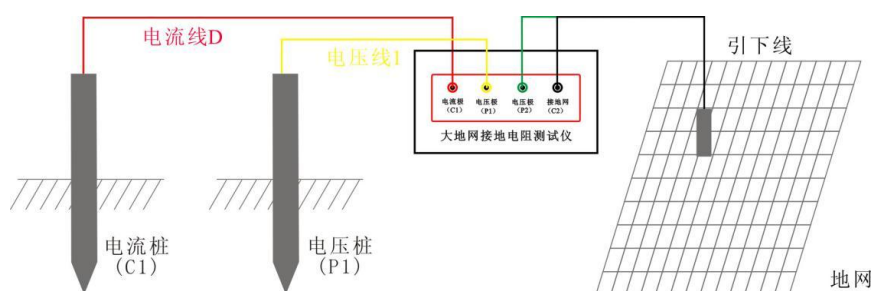

图 3 三极法测量接线图
(1) 首先检查用于试验的电流线、电压线和地网线是否有断路现象（可以用万用表测量），地桩上的铁锈是否清除干净，其埋进深度是否合适（ >0.5 米），同时检查测试线与地桩的连接是否导通，如未导通，请处理后重新连接。
(2) 电流测试线与电压测试线的长度比为 $1: 0.618$ ，电流测试线的长度应是地网对角线的 $3\sim 5$ 倍。
(3) 电流测试线和电压测试线按规定的长度将一端与仪器相接后平行放出。另一端分别接在两个地桩上（如图 3 所示）。
(4) 将已放好的测试线检查一遍，将万用表一端接电流线或电压线，另一端接地网线如无阻值显示即为断路，确认完好再进行测试。
(5) 检查连线无误后，给仪器接上 AC 220V/50Hz 电源，对仪器进行通电。
(6) 按测量键，开始测量。
(7) 仪器显示测试结束后，记录测试数据（本仪器可多次重复测量）。
(8) 关掉仪器电源后，拆除连线，测试过程结束。